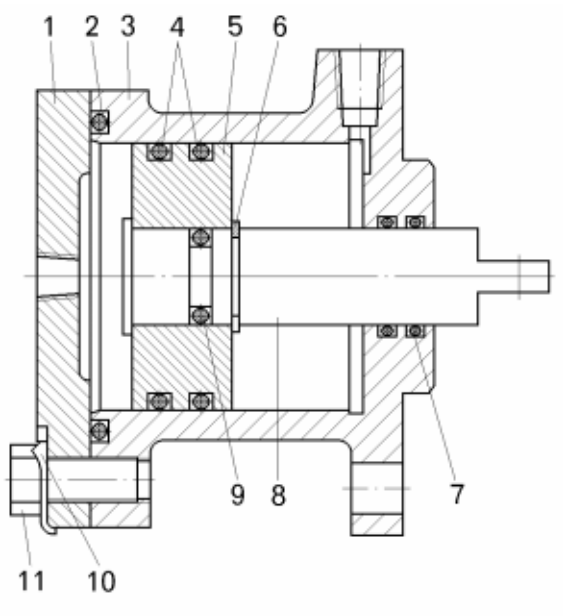

Рисунок 11.6 – Пневмопереключатель:
- расстопорить, отвернуть болт 11 (рисунок 11.6) и снять крышку 1 с корпуса 3;